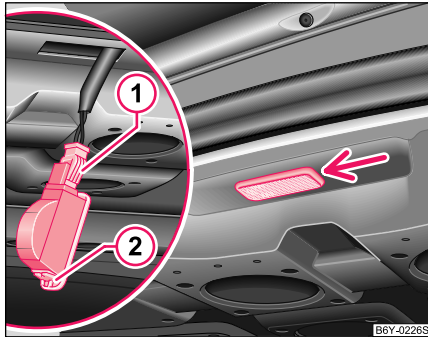

Abb. 168 Gepäckraumleuchte ausbauen (Sedan)
- Stecken Sie einen Schraubendreher in den Spalt unter der Leuchte ⇒ Abb. 168. Leuchte vorsichtig heraushebeln.
- Nach Entsicherung der Federnase (1) den Stecker abziehen.
- Drücken Sie die Federsicherung (2) der Abdeckung weg und nehmen die Abdeckung ab.